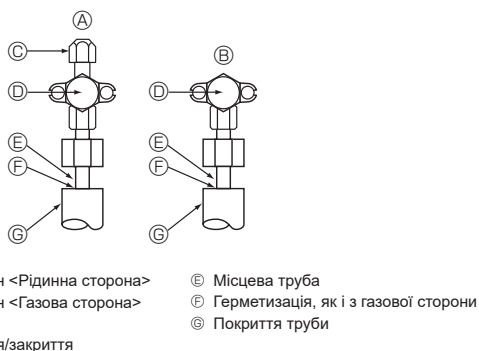

Fig. 4-4
4.4. Метод випробування герметичності трубок холодоагенту (Fig. 4-4)
- Якщо тиск знижується на етапі (2) або (3), є виток газу. Шукайте місце витoku газу.